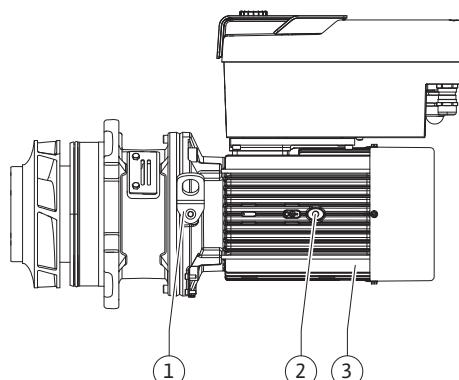

Fig. 107: Smontovaná jednotka
13. Zasuňte smontovanou jednotku (viz Fig. 107) do tělesa čerpadla v původní, resp. v jiné, požadované úhlové poloze. Přitom věnujte pozornost instalaci poloze komponent (viz kapitola „Přípustné polohy instalace a změna uspořádání komponent před instalací“ [► 24]).